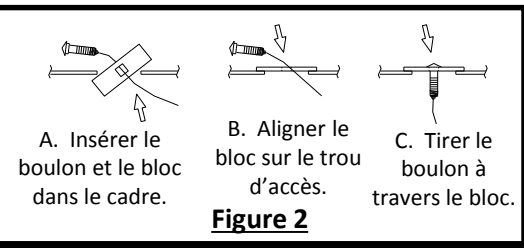

Figure 2
- Retirer la visserie existante** – Retirer les boulons 10 mm existants, deux (2) de chaque côté de la cloison.
- Fil de tirage** – Attacher les articles ① et ② à l'article ⑤ et suivez les instructions de la Figure 2. Laissez l'article ⑤ attaché jusqu'à ce que l'attelage soit soulevé en position.
4. **Retirer la visserie existante** – Retirer les boulons 10 mm existants, deux (2) de chaque côté de la cloison.
5. **Fil de tirage** – Attacher les articles ① et ② à l'article ⑤ et suivez les instructions de la Figure 2. Laissez l'article ⑤ attaché jusqu'à ce que l'attelage soit soulevé en position.